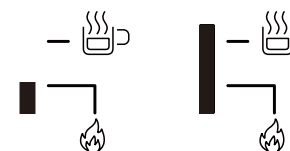

Imagen 1
1. Encienda el interruptor de calor en la parte posterior del producto y el calentamiento comienza. El patrón de las luces de calentamiento es el de la Imagen 1.